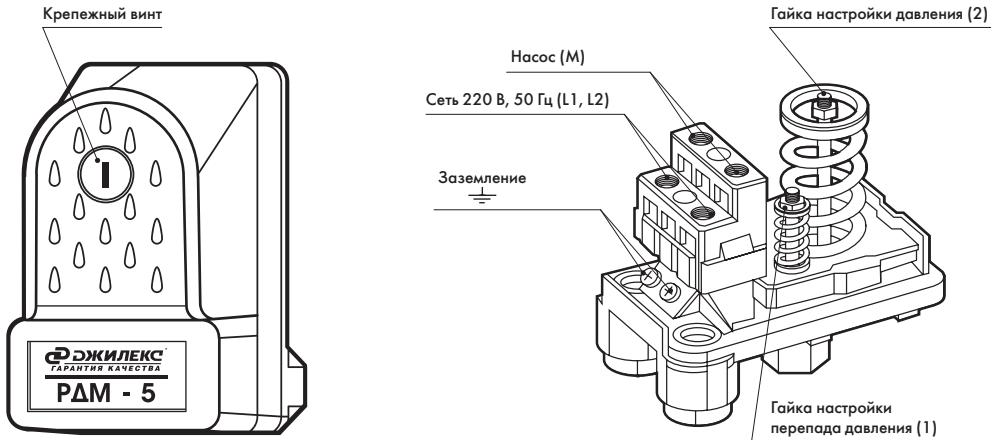

Рисунок 3
- отвинтить крепежный пластмассовый винт (рисунок 3), снять крышку реле.
Регулировка верхнего и нижнего предела давления РДМ-5 осуществляется гайкой (2), фиксирующей положение пружины (рисунок 3). Чтобы увеличить значение верхнего и нижнего предела давления, необходимо закручивать гайку по часовой стрелке.
Гайка (1) предназначена для регулировки перепада давления путем изменения нижнего предела (рисунок 3). Чтобы увеличить перепад давления, необходимо отвернуть гайку против часовой стрелки, тем самым ослабив пружину. Чтобы уменьшить перепад давления, необходимо закручивать гайку по часовой стрелке.